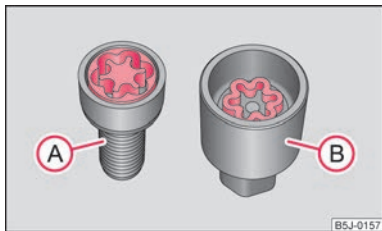

Bild 108 Principskiss: Stöldskyddade hjulskruvar med adapter.
- Sätt in adaptern (B) med den tandförsedda sidan i den invändiga fattningen på säkerhetshjulskruvens huvud (A ⇒ bild 108).
- Sätt på hjulnyckeln till stopp på adaptern (B).